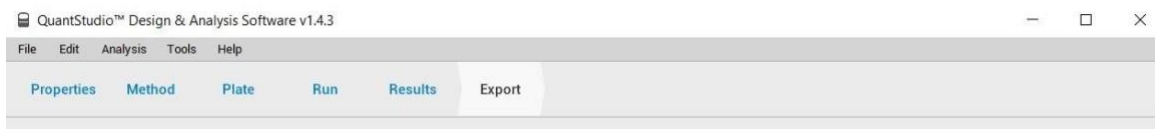

Рисунок 88
1. Нажать «**Export**» (рисунок 88).